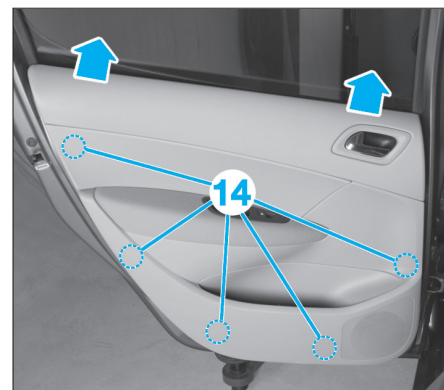

Fig. 63
- A l'aide d'une pince à dégrafer, déposer la garniture de porte arrière aux endroits indiqués (14) (Fig.63).